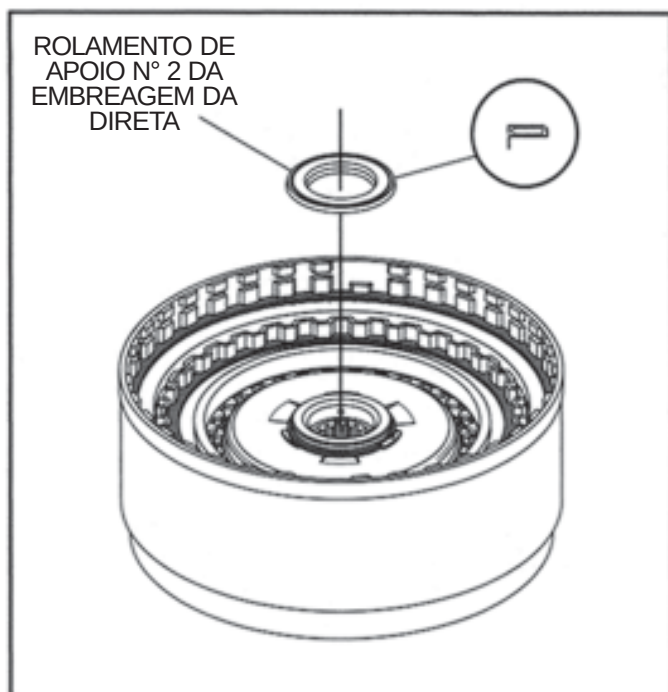

Figura 86
3. Instale o rolamento de apoio N° 2 no alojamento da embreagem da direta, na direção ilustrada na Figura 86, e fixe o rolamento com uma pequena quantidade de pasta de montagem.